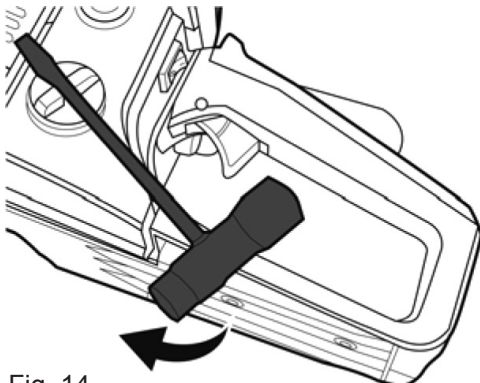

Fig. 14
- > Essuyez les éventuelles coulures de carburant avec un chiffon et remettez en place le bouchon du réservoir [28]. Serrez bien le bouchon [28] à l'aide de la clé mixte fournie [32] (Fig. 14).